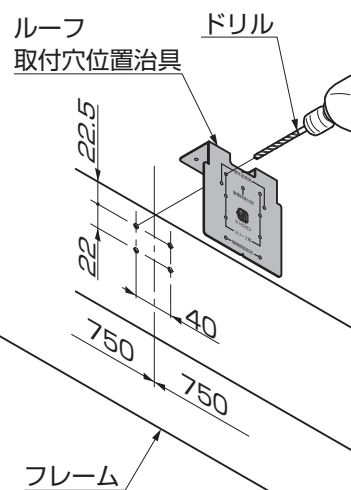

図1-3
- ① 雨樋を取付けない側のフレームにルーフ取付穴位置治具をあて、ケガキ、ドリルでφ4.5の穴をあけてください。(図1-3参照)